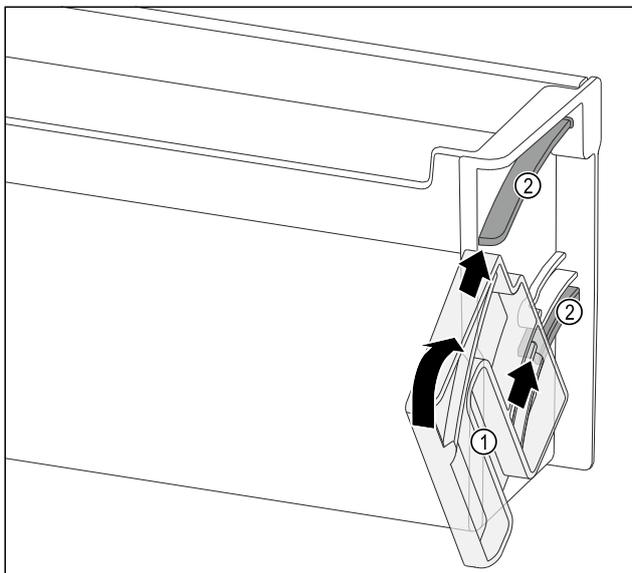

Fig. 119
- ▶ Positionner l'unité de rotation Fig. 119 (1) de manière à placer les évidements exactement en face des canaux de guidage Fig. 119 (2) du balconnet de contre-porte.
- ▶ Tourner l'unité de rotation Fig. 119 (1) dans le sens indiqué.